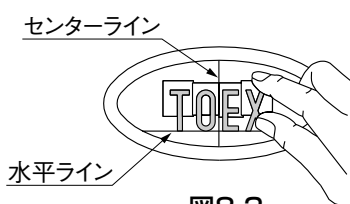

図8-3
- ③ 水平ラインと文字の位置を合わせて、文字をセンターラインから左右等間隔になるよう仮貼りしてください。(図8-3参照)